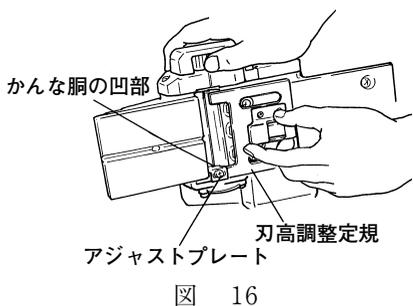
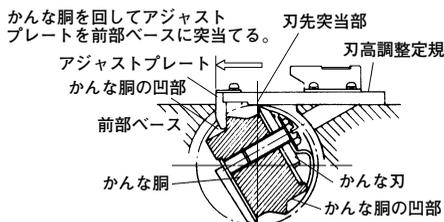

図 16
図 17
- (4) かなな刃を入れた後、図 16 のように刃高調整定規を持ち、その刃先突当部で刃先を押しながら、定規先端部のアジャストプレートをかんな胴の凹部に入れます。(図 17)
- (5) 次にかなな胴を前部ベース側に回し、アジャストプレートを前部ベースに突当てます。(図 17)